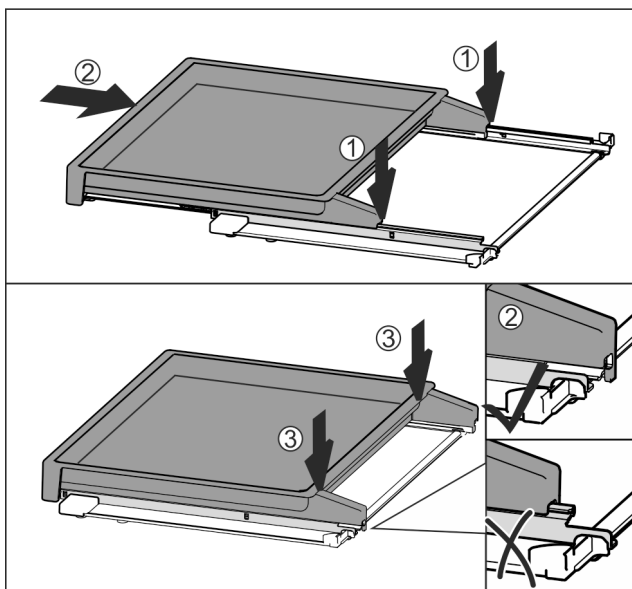

Fig. 33
- ▶ Umieścić centralnie na szynach Fig. 33 (1).
- ▶ Wsunąć całkowicie wysuwaną półkę Fig. 33 (2).
- ▶ Docisnąć z tyłu, aż do słyszalnego zatrzasknięcia Fig. 33 (3).